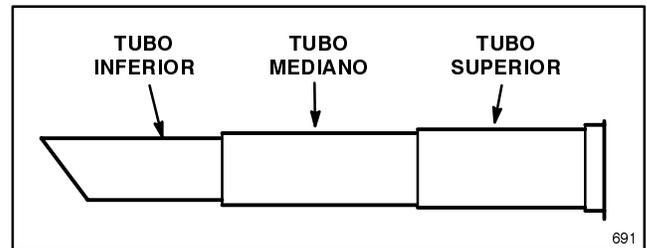

Figura 3
3. Una los tubos aspiradores superior, mediano e inferior, deslizándolos, como se indica en la Figura 3.